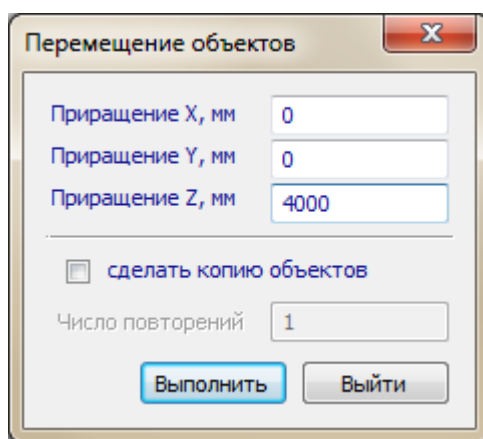

Рис.6.11. Диалоговое окно **Перемещение объектов**
- В открывшемся диалоговом окне **Перемещение объектов** (рис.6.11) введите для параметра **Приращение Z, мм** значение **4000**.